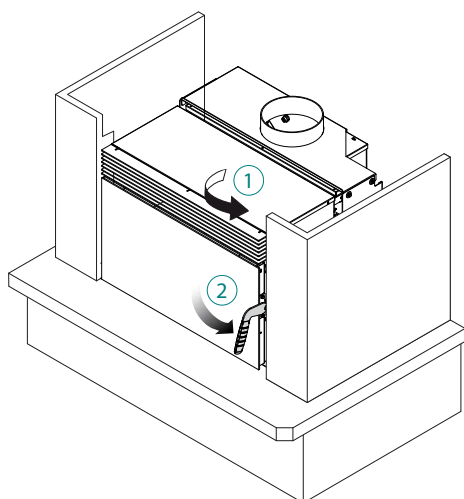

fig. 6.1.14
- 14) Cerrar la puerta (fig. 6.1.14)